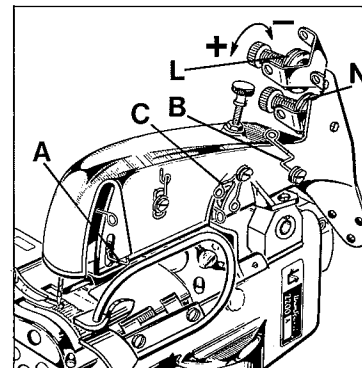

Fig.13
Set the needle thread take-up (A, Fig.13) so that the needle thread contacts the hook (A) just when the needle thread loop leaves the looper point.
Stellen Sie den Nadelfadenzug (A, Fig.13) so ein daß der Nadelfaden den Haken (A) berührt, wenn die Nadelfadenschlinge die Greiferspitze verläßt.